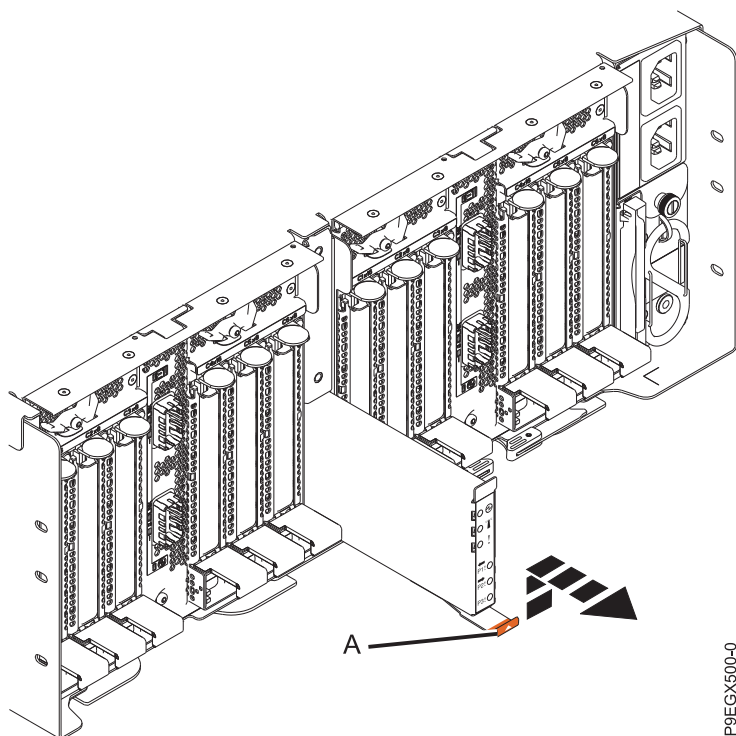

Figure 3. Retrait du conduit fibre optique du tiroir d'extension EMX0 PCIe3
2. Levez le taquet (A) situé au bas du conduit. Cette action désengage le conduit.
3. Tirez sur le conduit pour le faire sortir du châssis, comme illustré à la figure 3, à la page 4.